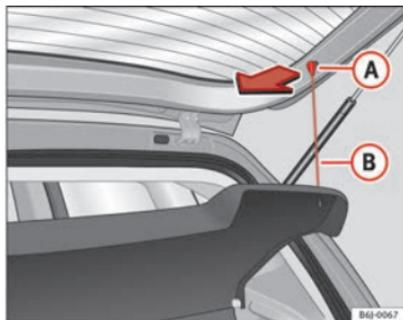

Fig. 89 Plage arrière
- Décoller les tirants ⇒ fig. 89 (B) de leurs logements (A)